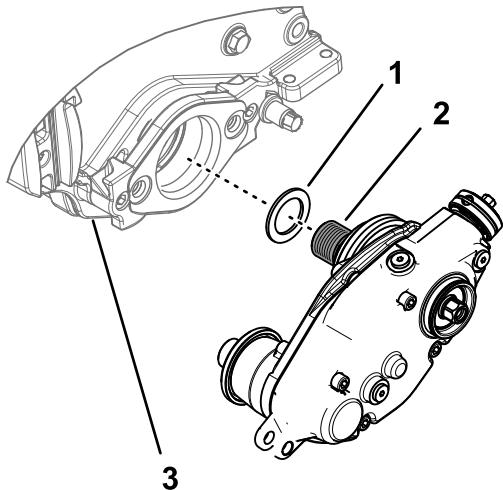

Figura 8
1. En el caso de una caja de transmisión del groomer instalada a la izquierda de una unidad de corte Greensmaster, Monte el suplemento sobre las roscas del adaptador del molinete (Figura 8).